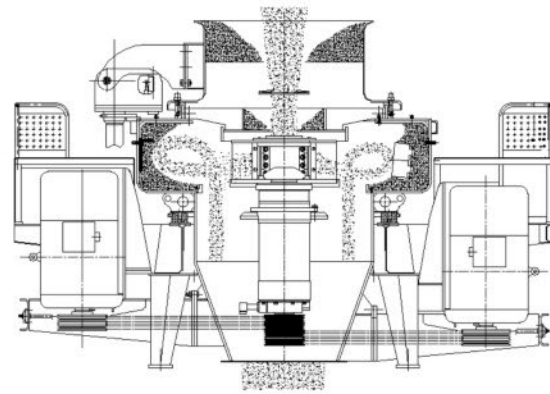

图4-2 完全中心进料
3.完全中心进料 “石打石” 工作原理 (图4-2左半部)
4.完全中心进料 “石打铁” 工作原理 (图4-2右半部)